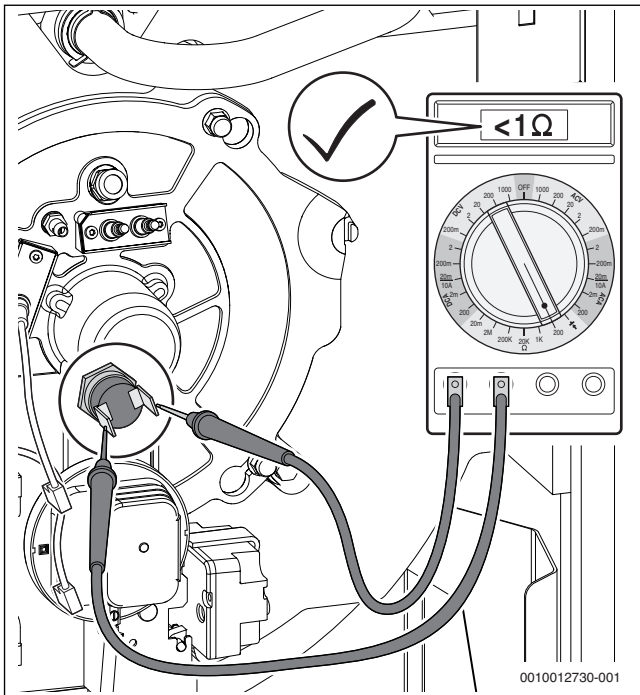

Bild 95 Elektrischen Widerstand an den Kontakten des Temperaturwächters messen (Temperaturwächter in Ordnung)
▶ Elektrischen Widerstand an den Kontakten des Temperaturwächters messen (→ Bild 95).